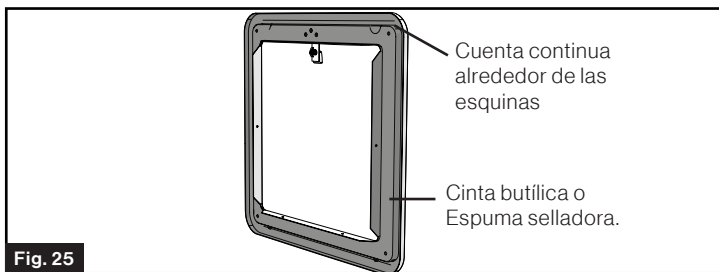

Fig. 25
3. Aplique un material de sellado de agua adecuado, por ejemplo, cinta butílica o espuma selladora (ancho recomendado: 1", no suministradas), alrededor de toda la parte trasera del marco de la puerta, las áreas de la brida y los agujeros. (Fig. 25)